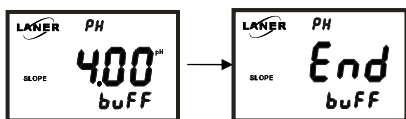

图 7-3
5、按下 CAL 键，仪表校准结束，跳转至测量状态，显示如图 7-3 所示。